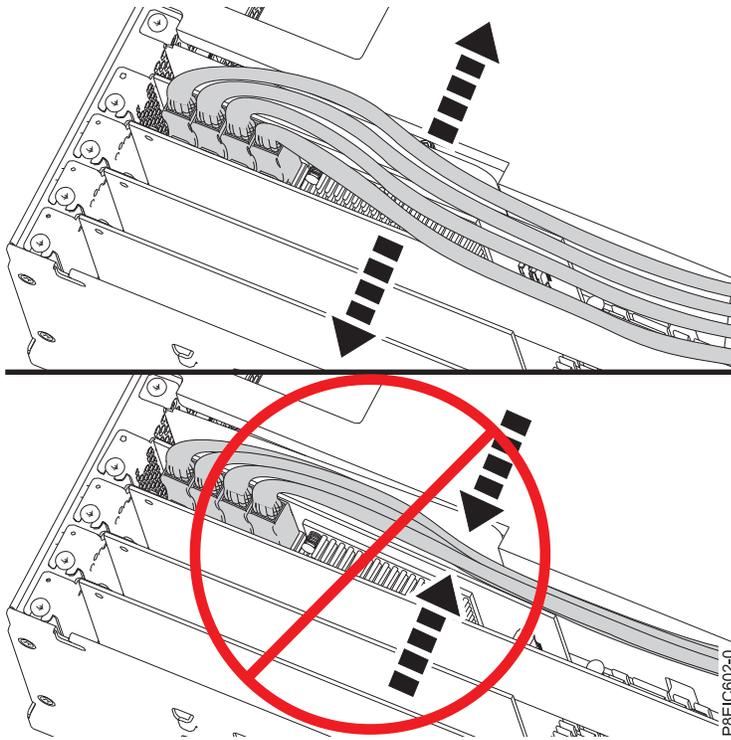

Figure 52. Routage du cordon d'interface de l'unité de disque
- f. Faites passer les cordons d'interface d'unité de disque le long du bord supérieur des cartes PCIe pour empêcher que celles-ci ne soient endommagées par les cordons. Ne faites pas passer les cordons entre les cartes. Répartissez les cordons de manière à pouvoir fermer le capot d'accès sans les pincer. La figure 52, à la page 47 montre comment faire passer les cordons le long du bord supérieur des cartes PCIe. Vos raccordements de cordon peuvent être différents de ceux présentés dans la figure 52, à la page 47, mais vous devez procéder de la même manière pour faire passer les cordons le long du bord supérieur des cartes PCIe.